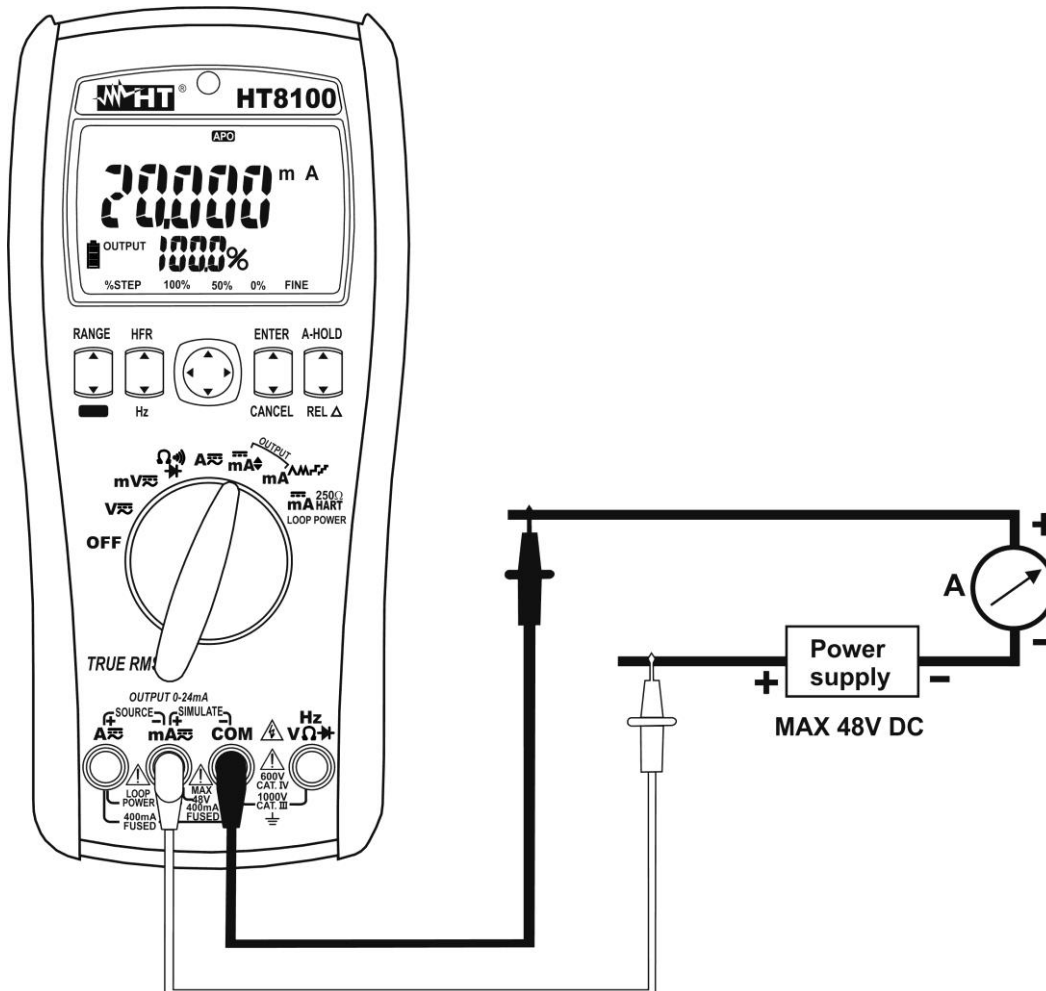

Fig. 9: Uso do instrumento para simulação de um transdutor
5. Colocar a ponteira vermelha e a ponteira preta respetivamente nos pontos com potencial positivo da fonte externa e positivo do dispositivo externo de medição (ex: multímetro – ver Fig. 9)